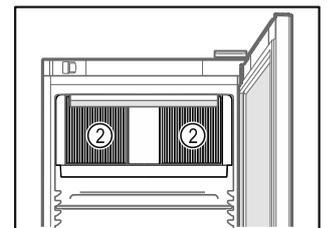

Fig. 62
- ❑ Ne pas obstruer les fentes d'aération Fig. 62 (2) du ventilateur de circulation d'air à l'intérieur de l'appareil.